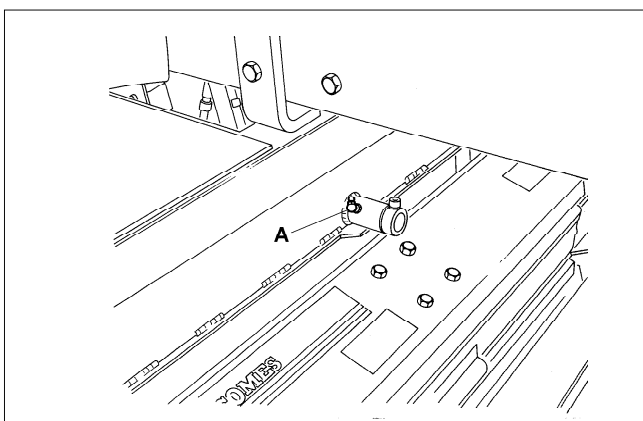

Fig.31
- (d) Hubarmbolzen der hinteren Schneideinheit (A Bild 31).
- (d) Perni dell'unità di taglio posteriore (A Fig. 31)